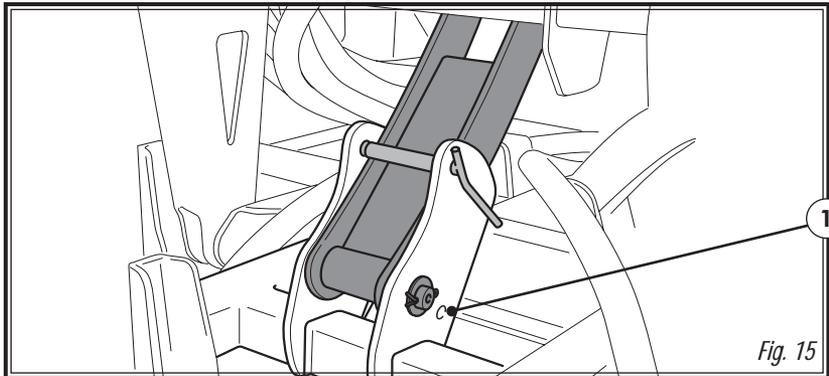

Fig. 15
**ANTES DE BAJAR EL EQUIPO PARA TRABAJAR, Y DESPUÉS DE DAR PRESIÓN AL SISTEMA, ASEGÚRESE DE QUE HA RETIRADO LOS GATILLOS MECÁNICOS Y LOS HA COLOCADO EN SU ALOJAMIENTO (nº 1, fig. 15).**